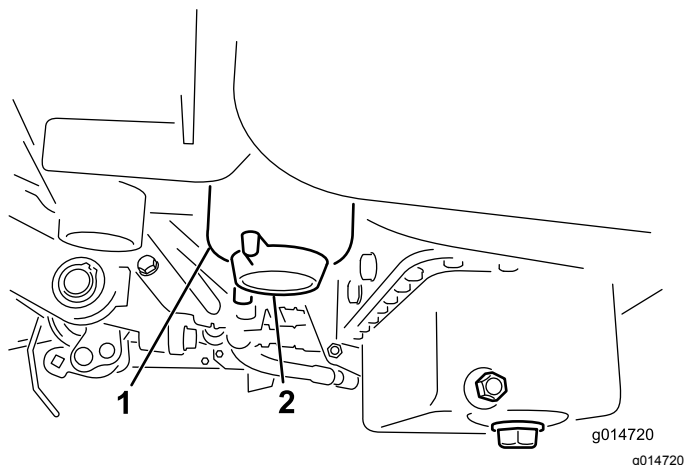

図 30
3. 燃料フィルタについているドレンプラグを1回転ほど開き、内部にたまっている異物を流し出す 図 30。終了したらプラグを締める。